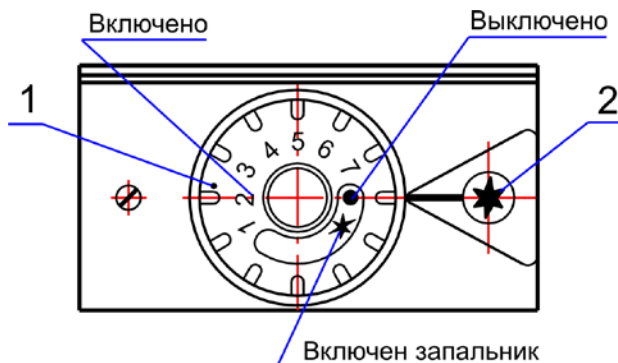
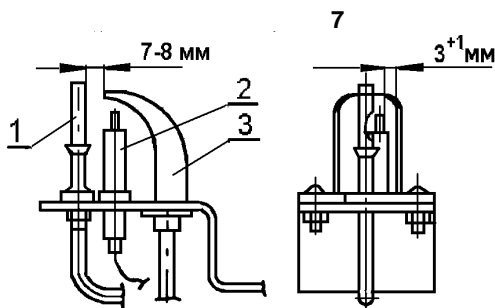

Рис.2 Блок автоматики
Рис.3 Устройство запальное
4.4. Установка требуемой температуры воды производится ручкой управления 1 (Рис.2) от 30°C до 90°C , а ее контроль выполняется по термометру. Температура горячей воды в системе ГВС при ее заборе не должна превышать 60°C .
4.6. Устройство запальное Рис.3 предназначено для крепления запальника, термопары, свечи зажигания и розжига основной горелки.
- вращать ручку управления 1 (Рис.2) без надобности;
- настраивать ручку управления 1 (Рис.2) на температуру воды выше 90°C ;
- ручку управления 1 (Рис.2) с помощью ключей, плоскогубцев и других инструментов;
6.12. Проверьте работу пьезорозжига. При нажатии на кнопку пьезорозжига 2 (Рис.2) должна проскакивать искра между электродом свечи 2 (Рис.3) и запальником 3 (Рис.3).
6.15. Установите ручку управления 1 (Рис.2) блока автоматики в положение «Выключено» ●.
ручку управления 1 (Рис.2) по часовой стрелке в положение «Включен запальник» ✱.